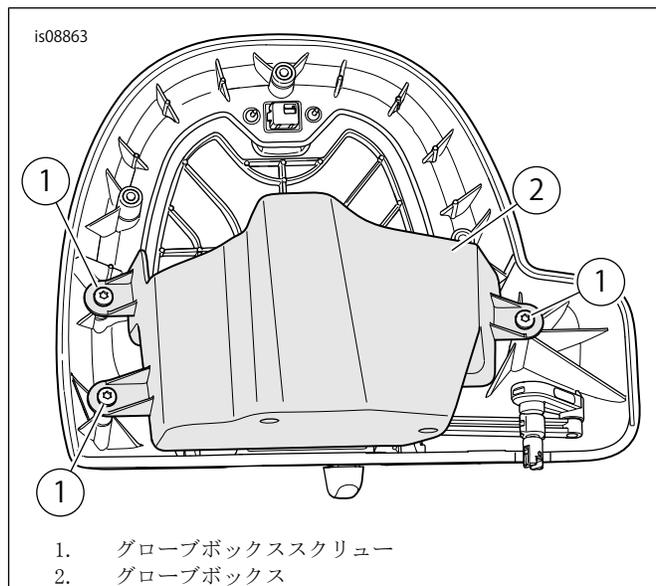

図3。グローブボックススクリー
3. 図3を参照してください。グローブボックススクリー3本を取り外します。グローブボックスアッセンブリー(2)を取り外します。